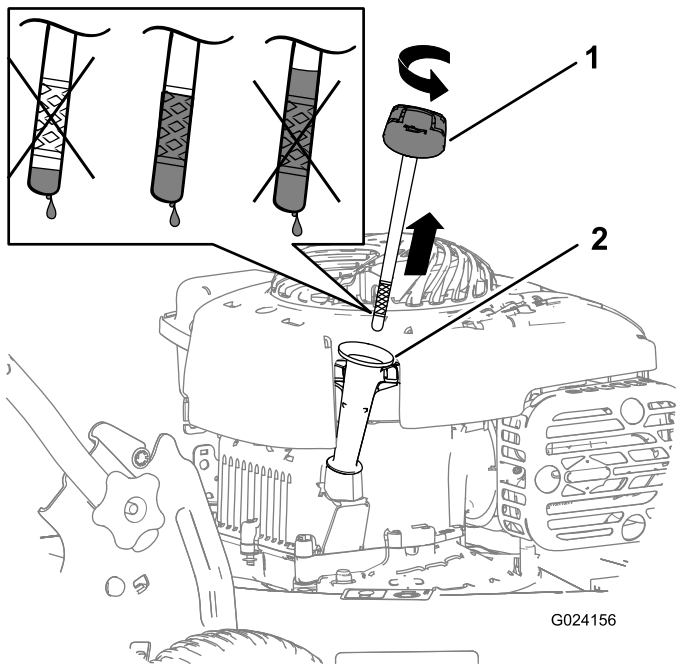

Bild 19
8. Nehmen Sie den Peilstab heraus und lesen Sie den Ölstand ab (**Bild 19**).